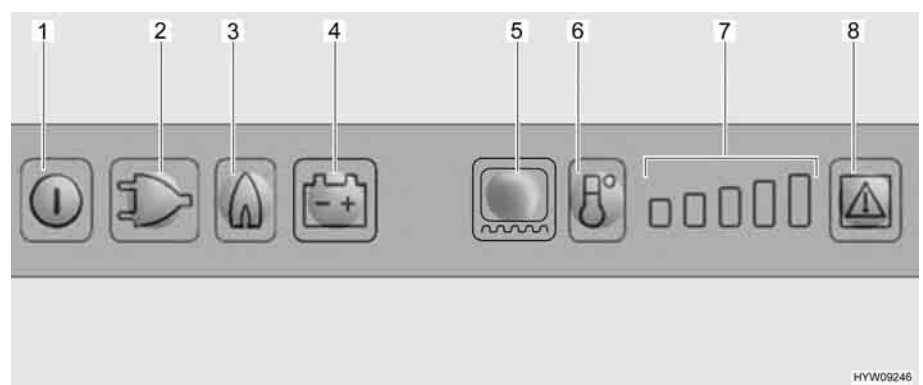

Fig. 179 Elementi di comando del frigorifero
- Premere il tasto On/Off (Fig. 179,1) per circa 2 secondi. Il frigorifero si accende. Si accende il tasto dell'ultima modalità di funzionamento.
- Eventualmente premere il tasto per la modalità di funzionamento "Gas" (Fig. 179,3). Il tasto si accende. L'alimentazione del gas è ora aperta. L'accensione avviene automaticamente. È udibile un ticchettio fino a quando procedura di accensione non è stata portata a termine.
- Regolare la temperatura di refrigerazione con il tasto di selezione dei gradi di temperatura (Fig. 179,6).
- Eventualmente premere il tasto della modalità di funzionamento "230 V" (Fig. 179,2). Il tasto si accende.
- Eventualmente premere il tasto della modalità di funzionamento "12 V" (Fig. 179,4). Il tasto si accende.
- Accendere il riscaldamento del telaio per 2 ore: Premere una volta il tasto luminoso per il riscaldamento del telaio (Fig. 179,5). Sull'indicazione dei gradi di temperatura (Fig. 179,7) si accende una barra.
- Accendere il riscaldamento del telaio per 5 ore: Premere due volte il tasto luminoso per il riscaldamento del telaio (Fig. 179,5). Sull'indicazione dei gradi di temperatura (Fig. 179,7) si accendono due barre.
- Regolazione del riscaldamento del telaio ad esercizio continuo: Premere tre volte il tasto luminoso per il riscaldamento del telaio (Fig. 179,5). Sull'indicazione dei gradi di temperatura (Fig. 179,7) si accendono tre barre.
L'indicazione dei gradi di temperatura (Fig. 179,7) indica per alcuni secondi la durata di esercizio del riscaldamento del telaio.
Nel caso di temperature esterne ed umidità dell'aria elevate è possibile che si formino gocce d'acqua sul telaio in metallo del vano congelatore. Per questo motivo il frigorifero è dotato di un riscaldamento del telaio per il vano congelatore. Nel caso di temperature e umidità dell'aria elevate, accendere il riscaldamento del telaio con il tasto luminoso per il riscaldamento del telaio (Fig. 179,5). È possibile così evitare fenomeni di corrosione. Quando il riscaldamento del telaio è acceso, si accende il tasto luminoso (Fig. 179,5).